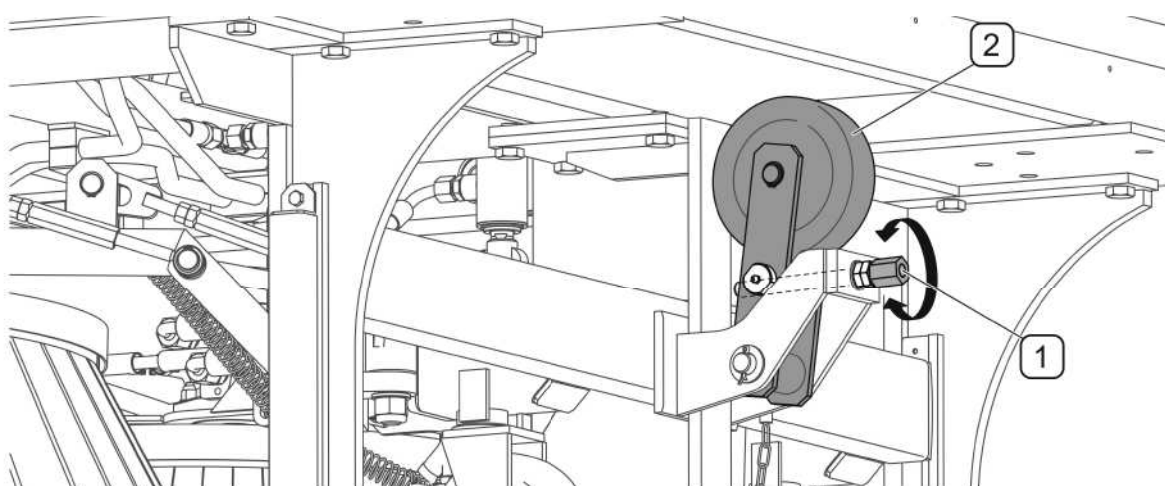

РИСУНОК 5.7А Регулирование подметающего механизма по горизонтали
(1)- регулировочный болт; (2)- опорное колесо;
Сначала нужно отрегулировать положение подметающего механизма по горизонтали (РИСУНОК 5.7А) путем регулирования опорного колеса (2). Для установки подметающего механизма строго по горизонтали необходимо отвинчивать или завинчивать регулировочный болт (1).